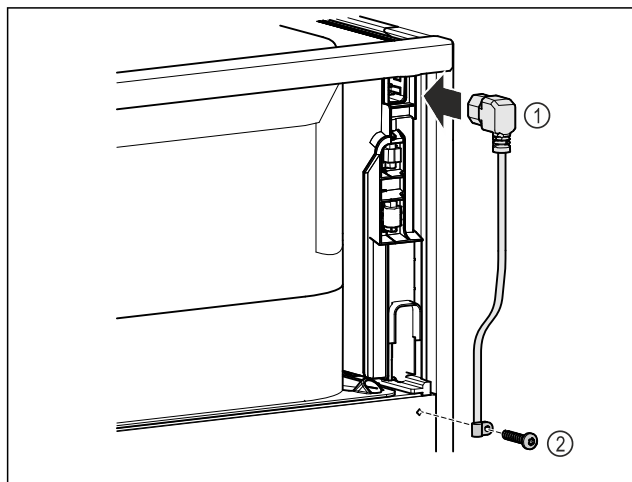

Fig. 75
- Insertar el conector para aparatos de frío del cable de alimentación Fig. 75 (1) en la parte posterior del dispositivo.
- Montar la protección contra tirones Fig. 75 (2).